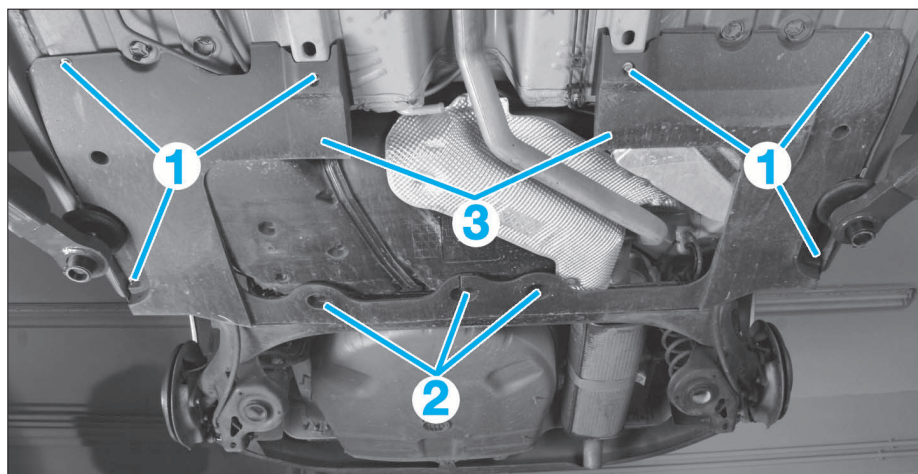
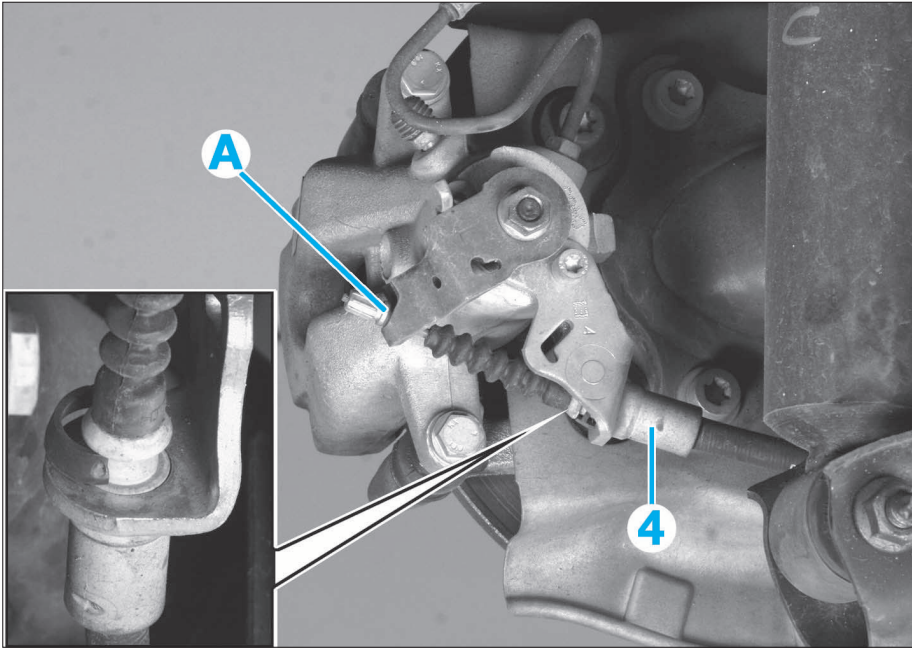
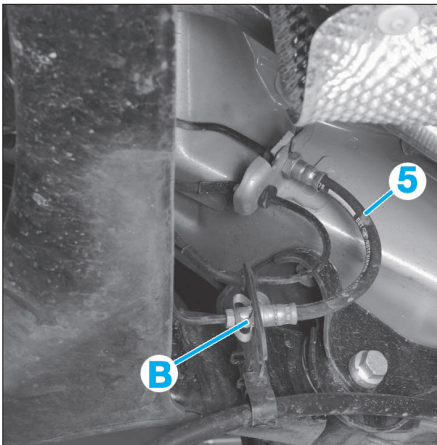

FIG. 45
FIG. 46
FIG. 47
- Déposer (Fig.45) :
- les écrous (1)
- les pions plastique (2)
- les protections (3)
- Désaccoupler les câbles de frein de parking (4) (en "A") (Fig.46).
- Dégager des guides les câbles de frein de parking (4).
- De chaque côté (Fig.47) :
- désaccoupler les flexibles de frein (5) sur les tuyaux rigides de frein (en "B")